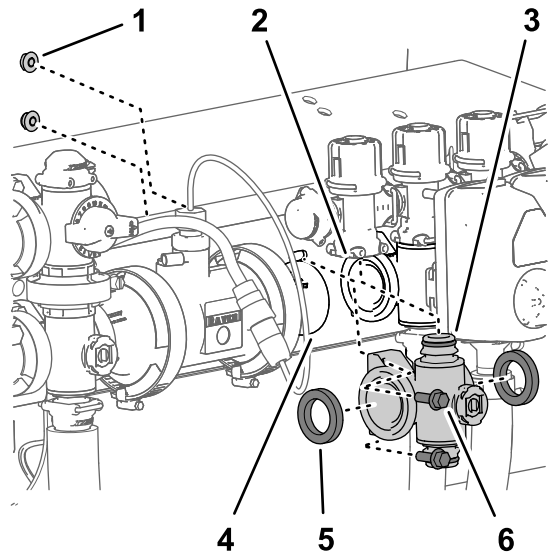

Bild 112
Bundkopfschrauben ($\frac{1}{4}'' \times \frac{3}{4}''$) und die zwei Sicherungsbundmutter ($\frac{1}{4}''$), mit denen der Abschnittventilverteiler an der Ventilstütze befestigt ist (Bild 112).
- Schieben Sie den Abschnittventilverteiler und die Dichtungen nach unten, um einen Abstand zum Abschnittsicherheitsventil zu erhalten; entfernen Sie sie dann von der Maschine (Bild 112).